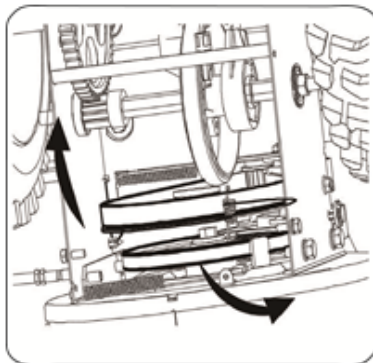

Abb.24
B. Hängen Sie die Feder des Stützbügels aus dem Rahmen aus. Siehe Abbildung 24.